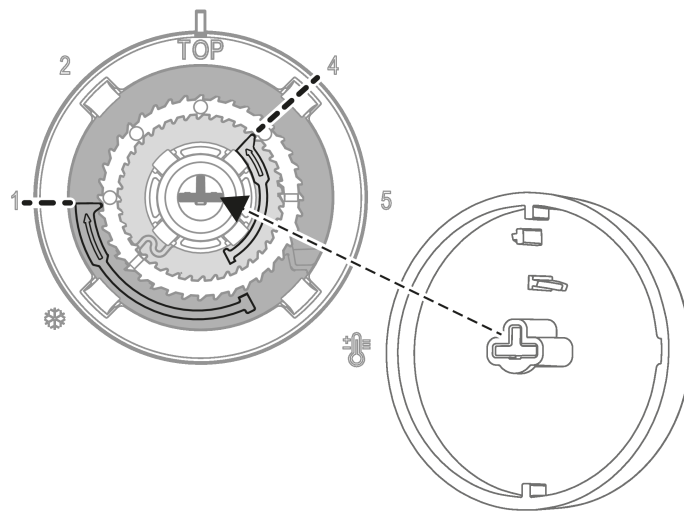

рисунок 4: Настройка ограничения температуры (до/после)
- Снова установите кнопку управления, соблюдайте кодировку (рис. 4, внизу) кнопки управления и поворотной оси.